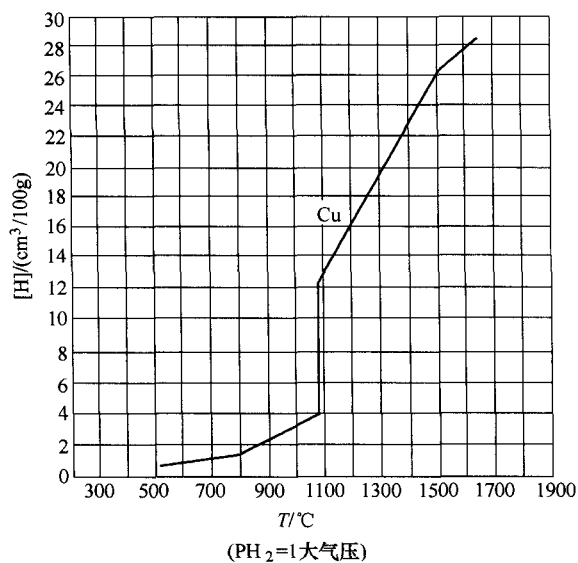

图2 氢在铜中的溶解度与温度的关系
(1) 熔合困难。铜20℃时的热导率比铁大7倍多，1000℃时大11倍多。焊接时热量迅速从加热区传导出，使母材与填充金属难以熔合，为此焊接时需要大功率的热源。
(2) 变形和应力铜的热导率是铁的5.4倍，而收缩率比铁大1倍以上。又由于铜的导热率强，冷却凝固时变形大，当收缩应力大时，易产生裂纹。
(3) 由于铜与碳钢在焊接时需要较高预热温度来补偿铜对热量的消耗，这时电弧对碳钢坡口熔深加大，搅拌加强，随着焊缝铁金属含量增加，接头性能下降，裂纹产生倾向增大。
(4) 易产生气孔。如图2所示，焊接铜时，铜的结晶过程进行很快，氢在铜溶液中溶解度很高。而在凝固时释放出大量氢气，液态铜中的氢来不及逸出和上浮而滞留在焊缝中，形成气孔。